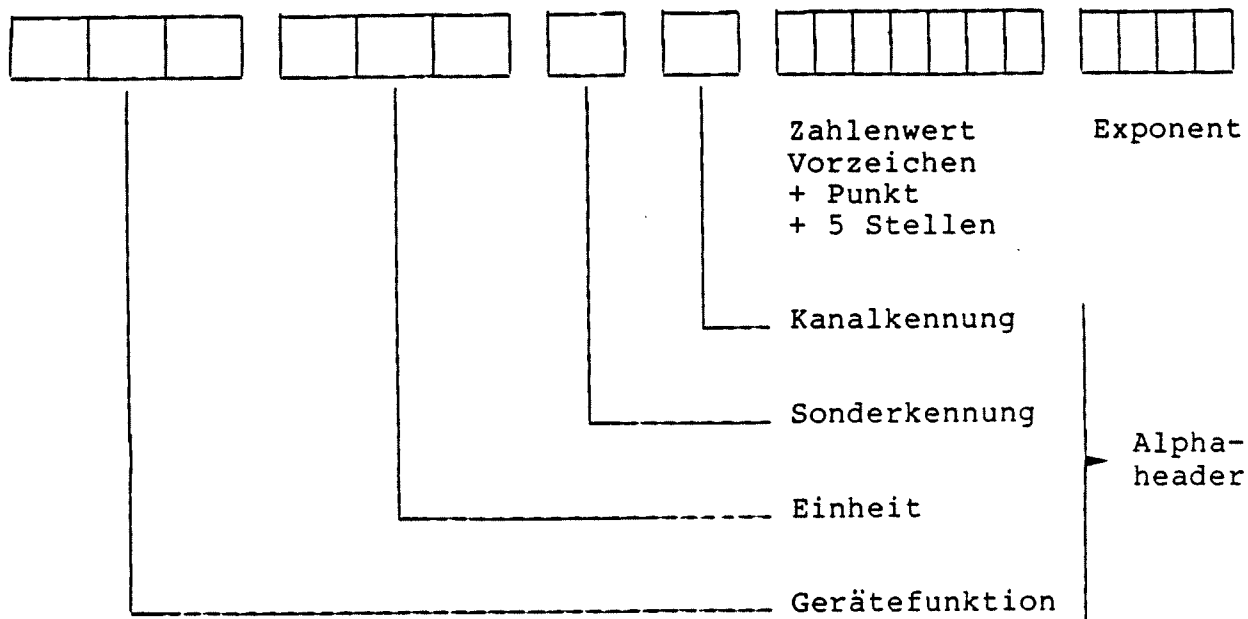

Bild 2-13 Format bei Datenausgabe
Bei Ausgabe eines Meß-, Referenzwertes oder eines Fehlercodes kann entweder nur der Zahlenwert (Steuerzeichen N1) oder der Zahlenwert zusammen mit einem vorangestellten 8stelligen Alphaheader (Steuerzeichen N0) ausgegeben werden. Die Zusammensetzung des Alphaheaders ist aus Bild 2-13 ersichtlich. Drei Zeichen sind für die Gerätefunktion (Tabelle 2-19) vorgesehen, drei Zeichen für die Einheit (Tabelle 2-20), ein Zeichen für Sonderkennungen, wie Overflow (O), Bereichsüber- oder -unterschreitung bei Rangehold (H, L) usw. und ein Zeichen, das den Zahlenwert einem Meßkanal zuordnet (A für Kanal A, B für Kanal B).